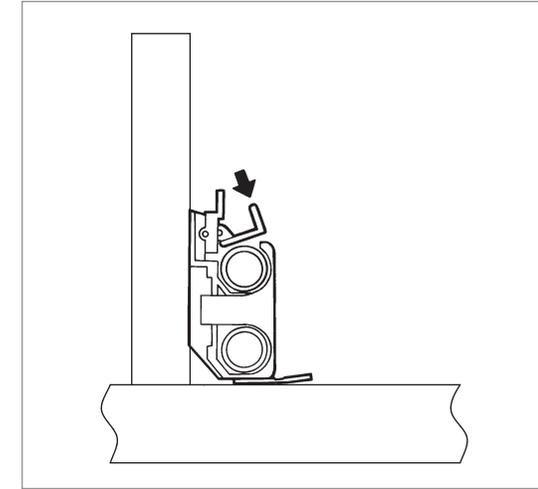

Abb. 15:
- Federkralle spannen (Abb. 15)